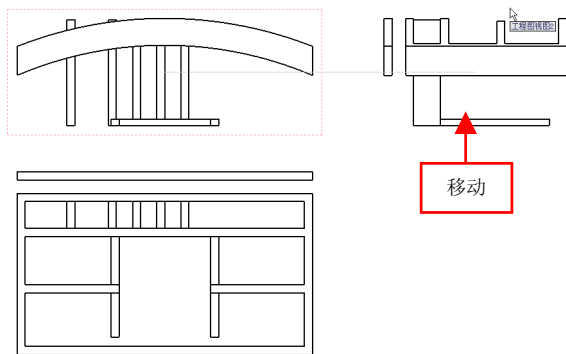

图 12-2 向右移动鼠标
(2) 在绘图区中右上方的视图上，单击鼠标左键，弹出【工程图视图 2】属性管理器，在选择视图上，单击鼠标左键并向右移动鼠标，如图 12-2 所示。
(3) 至合适位置后，释放鼠标，单击【确定】按钮，即可移动视